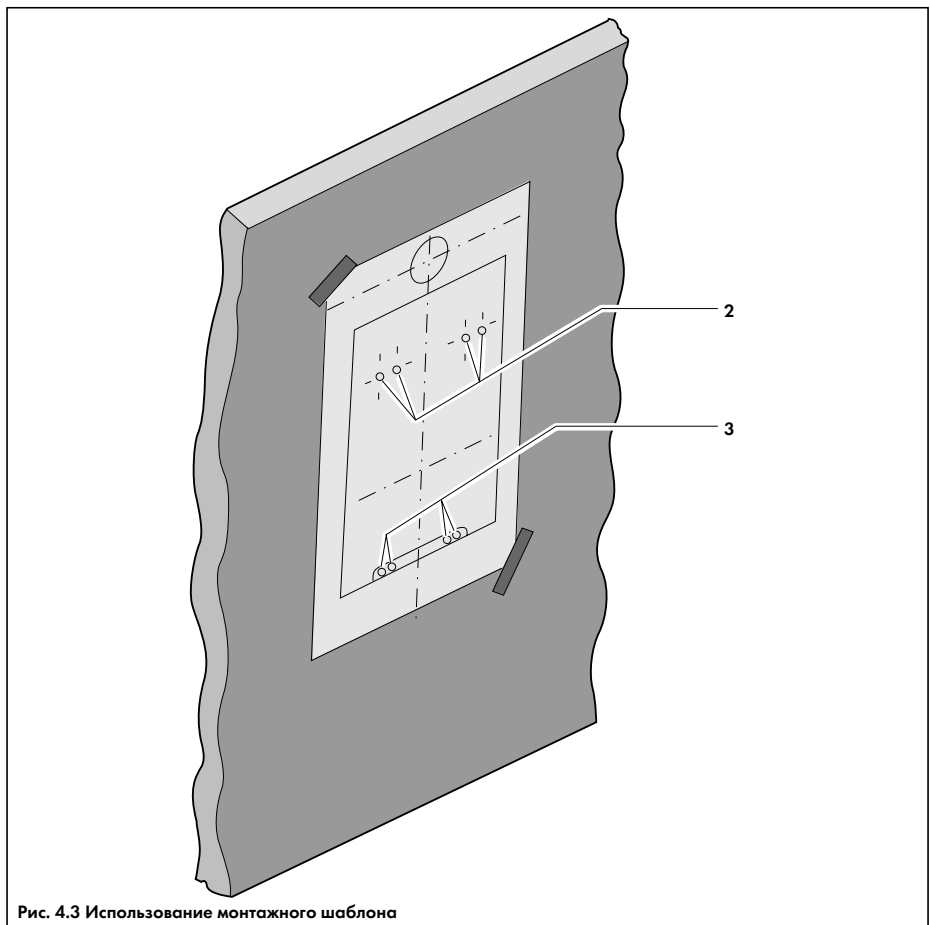

Рис. 4.3 Использование монтажного шаблона
4.3.2 Использование присоединительной консоли и монтажного шаблона (рис. 4.3)